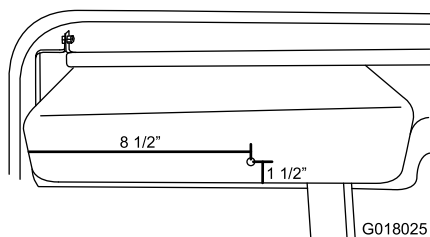

Figure 20
- Percez un trou (5/16") dans la boîte à gants, à une distance de 216 mm du côté gauche et 38 mm du bas (Figure 20).